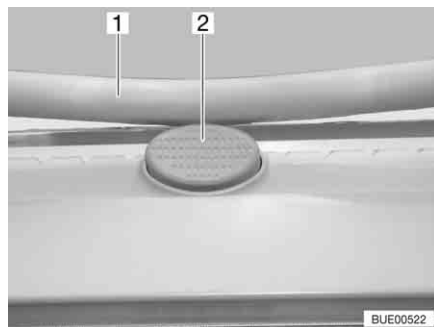

Fig. 54 Bottone di sicurezza (oblò Heki)
- Premere il bottone di sicurezza (Fig. 54,2) e tirare verso il basso la staffa (Fig. 54,1) con entrambe le mani.
- Premere la staffa verso l'alto con ambedue le mani, finché la staffa non poggia al di sopra del bottone di sicurezza (Fig. 54,2).